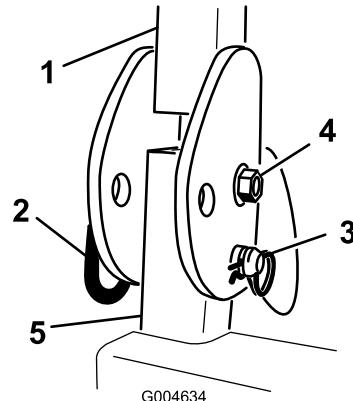

Figura 5
1. Retire los pasadores de horquilla y retire los dos pasadores de la barra anti-vuelco (Figura 5).
2. Eleve la barra anti-vuelco a la posición vertical, instale los dos pasadores y fíjelos con los pasadores de horquilla (Figura 5).